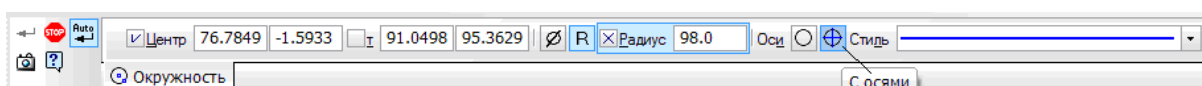

Рис. 79
1. Побудову креслення деталі розпочинають з кола $\kappa 1$ радіусом 98 мм. Для того, щоб побудувати коло необхідно нажати кнопку **Окружність**  на *Инструментальной панели Геометрия* (рис. 12). Нажати кнопку **Радиус** . Активізувати поле **Радиус окружности** на *Панели свойств*, клацнувши лівою клавішею миші. Ввести значення 98 мм (рис. 79).
Нажати клавішу *Enter* на клавіатурі комп'ютера, щоб зафіксувати значення радіуса. Кнопка **Состояние параметра** повинна бути перекреслена (рис. 79). На екрані з'явиться фантом кола.